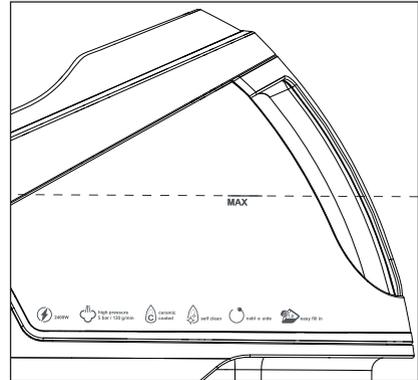

Fig. 3
- 3) Riempire il serbatoio dell'acqua **7** non oltre il segno **MAX** (vedere fig. 3). Scaricare l'acqua in eccesso attraverso l'apertura di riempimento. La capienza massima del serbatoio dell'acqua **7** è di circa 1,2 l.